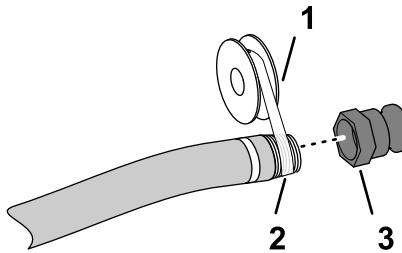

Figure 4
- Appliquer le ruban d'étanchéité au PTFE (Figure 4) sur le filetage du raccord du flexible de remplissage (NPT 1 pouce).
- Vissez le raccord rapide femelle sur le flexible de remplissage et serrez-le à la main (Figure 4).